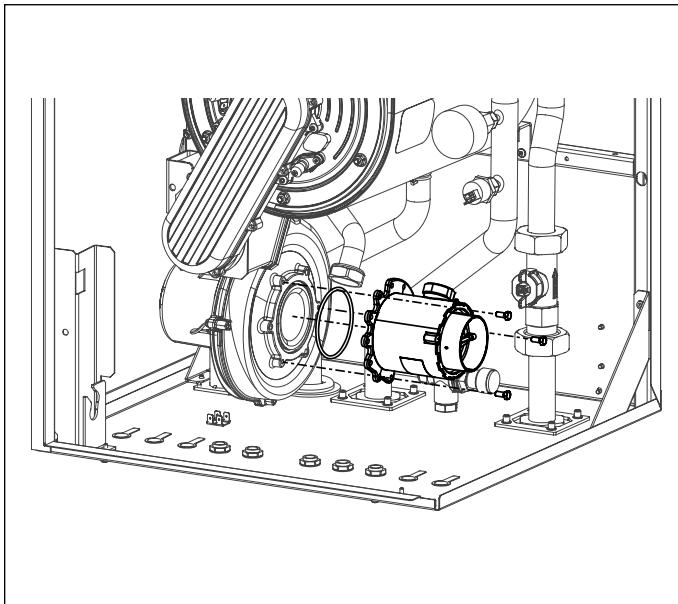

Fig. 39 Amestecător
- Înlăturați amestecătorul desfăcând cele trei șuruburi tip imbus (vezi Fig. 39 Amestecător).
- Montați amestecătorul reasamblat la ventilator cu șuruburile cu imbus, având grijă să reposizați între amestecător și ventilator, garnitura inelară de etanșare (vezi Fig. 39 Amestecător).